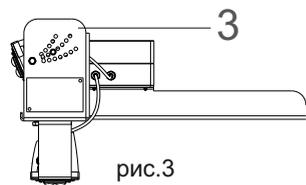
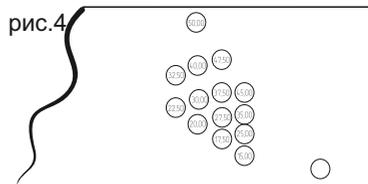

рис.3
рис.4
7. Для регулировки угла наклона модуля светильника (рис.4) ослабить болт с гайкой М8 (№1), открутить винт с гайкой М6 (№2). Совместить отверстия скоб крепления модуля с соответствующими отверстиями угла наклона (№3 рис. 3) (цифры на маркировочной таблице на корпусе светильника, соответствуют углам наклона вниз от горизонтальной плоскости в градусах с шагом 2,5°). Зафиксировать стопорным винтом с гайкой М6 (№2), затянуть с усилием минимальным 9,7 (1)... максимальным 10,8 (9) Н.м (кгс.м), болты с гайками М8 (№1) с усилием минимальным 23,5 (2,4)... максимальным 26 (2,7) Н.м (кгс.м).